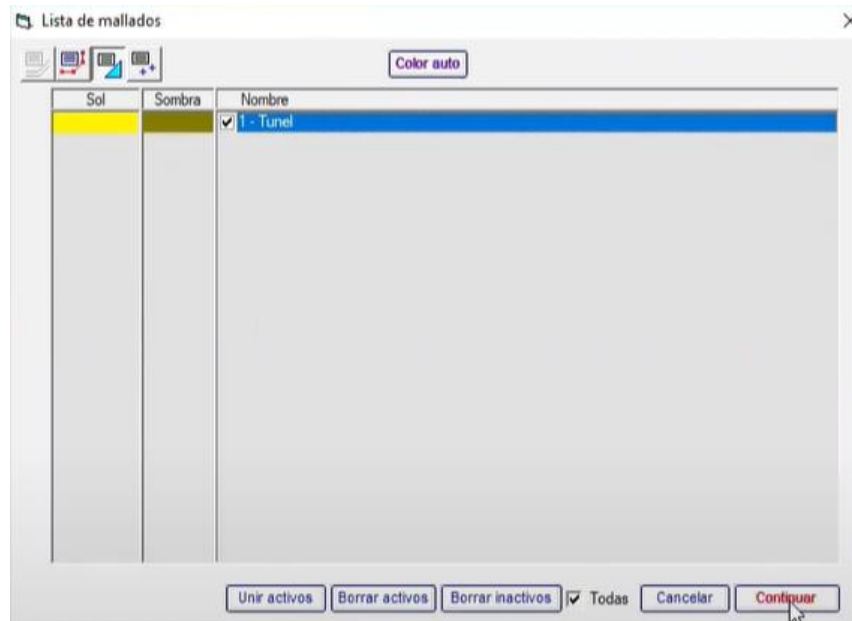

Figura 485. Cambio de nombre.
57. Al archivo que se generó cambiarle el nombre y presionar “Continuar”. Figura 485.